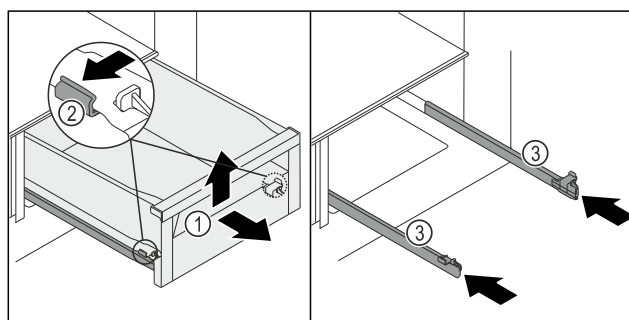

Fig. 129
- ▶ Вытяните выдвижной ящик Fig. 129 (1) до упора.
- ▶ Одновременно выдавите зажим Fig. 129 (2) слева и справа на направляющих немного наружу.
- ▶ Выдвижной ящик Fig. 129 (1) снимается с направляющих.
- ▶ Приподнимите выдвижной ящик Fig. 129 (1) спереди.
- ▶ Извлеките выдвижной ящик Fig. 129 (1) движением вперед.
- ▶ Задвиньте направляющие Fig. 129 (3).